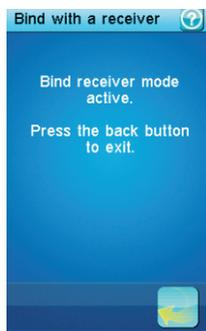

图3
**对码：**发射机进入对码模式。一旦对码成功，自动退出对码模式。点触返回按钮取消对码(如图3)。